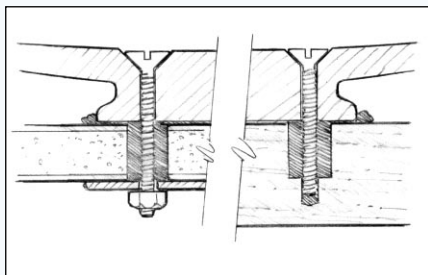

Figura 18 Serrare gli elementi di fissaggio fino a quando dalla giuntura non fuoriesce una piccola quantità di miscela.
5. Sistemare l'accessorio metallico in posizione. Inserire e serrare gli elementi di fissaggio fino a quando dalla giuntura non fuoriesce una piccola quantità di miscela (*Figura 18*).